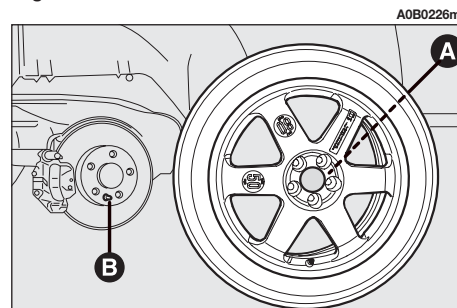

fig. 7
- Monter la roue de secours en faisant coïncider l'un des trous (**A-fig. 7**) avec le pion correspondant (**B-fig. 7**).
– Monter la roue normale en tenant à l'esprit que le pion (**B-fig.7**) doit coïncider avec l'un des trous (**A-fig.7**).
– Serrer à fond les boulons en suivant l'ordre représenté précédemment pour la roue de secours **fig. 7**.
– Baisser la voiture et extraire le cric; puis serrer les boulons suivant les indications fournies pour la roue de secours (**fig. 7**).